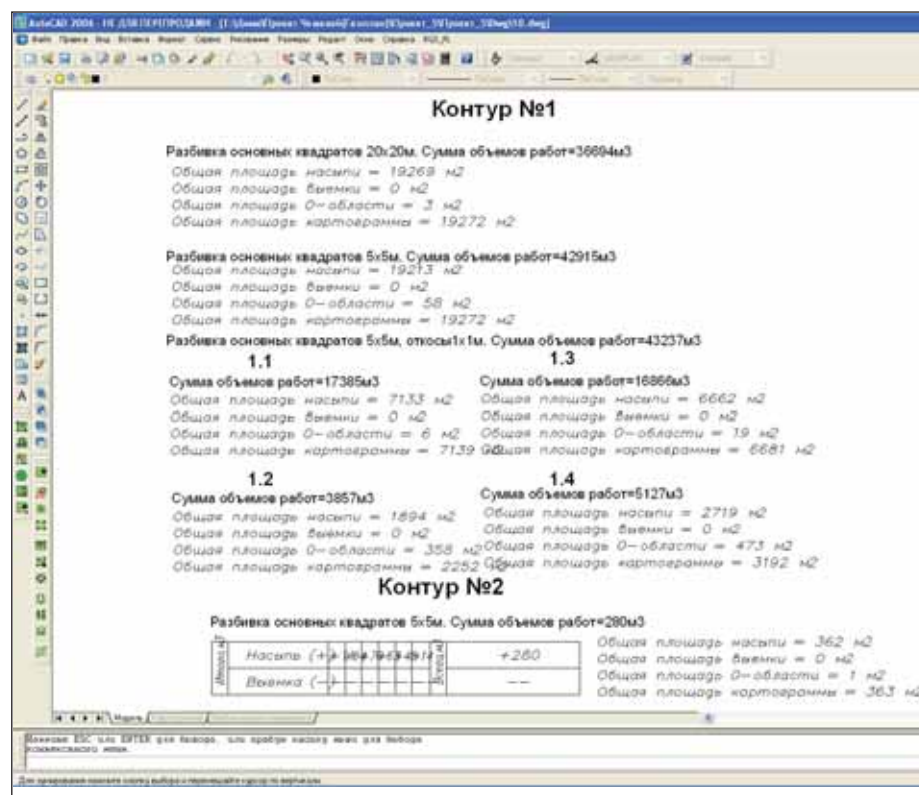

Рис. 6
- объемы по площадке: 43 237 м³ (рис. 6).